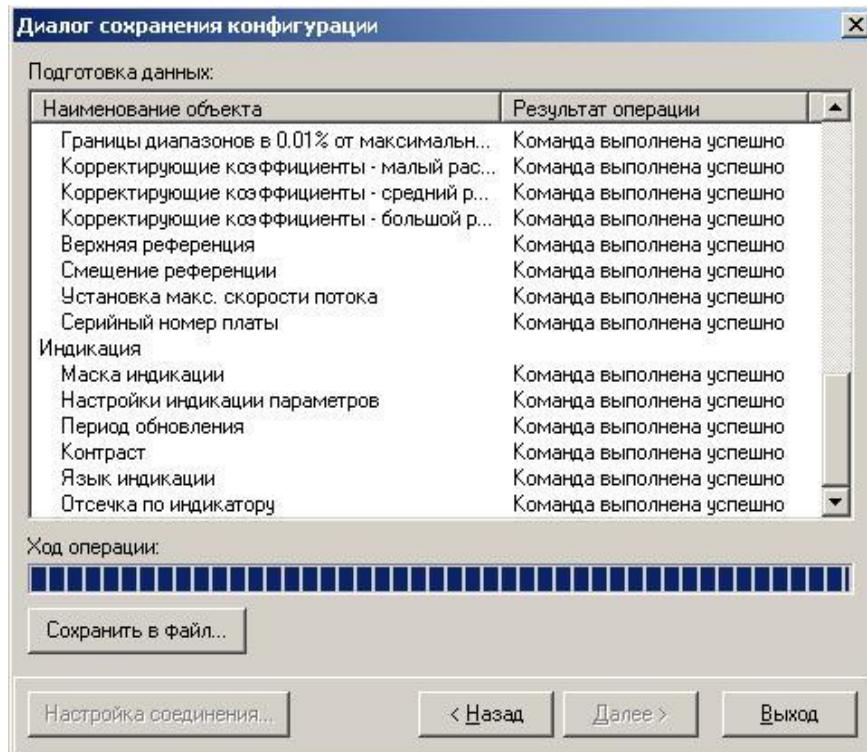

Рис.28. Окно «Диалог сохранения конфигурации» / «Ход операции».
- после окончания считывания всех выбранных параметров станет активной кнопка «Сохранить в файл», нажав которую можно ввести имя файла и сохранить прочитанную конфигурацию (рис.28).